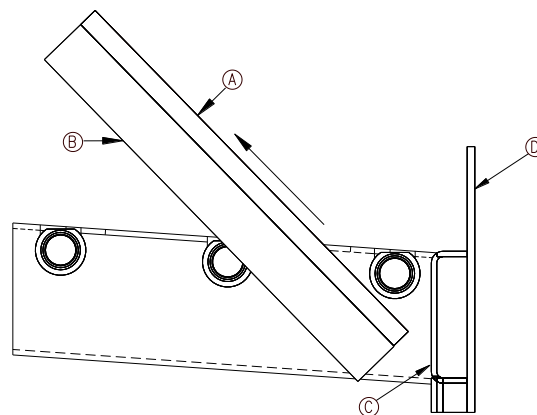

Figure 4.4a
1. Superposez les panneaux de déflecteur (A) et les panneaux de vermiculite (B) l'un sur l'autre tel qu'indiqué à la figure 4.4a .